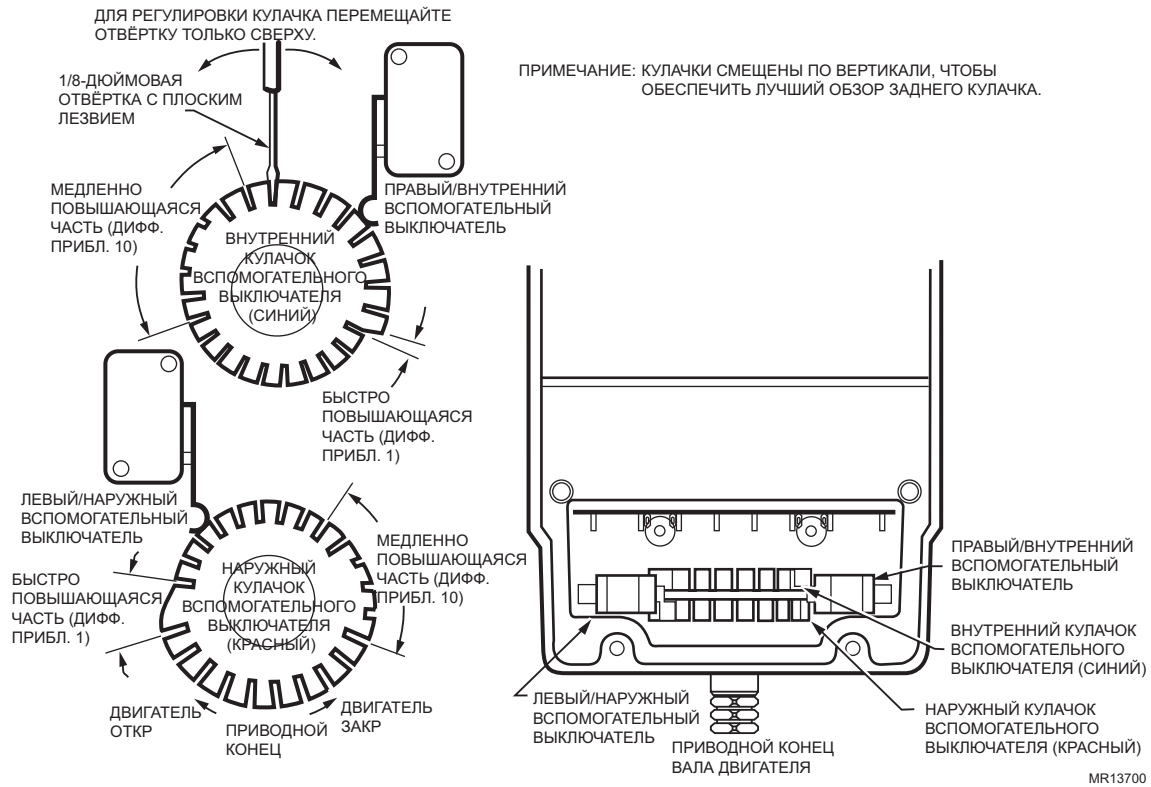

Рис. 14. Регулировка вспомогательных выключателей.
1. Вставьте лезвие отвёртки на 1/8 дюйма в щель на кулачке и переместите ручку отвёртки насколько можно вверх в нужном направлении. См. рис. 14.